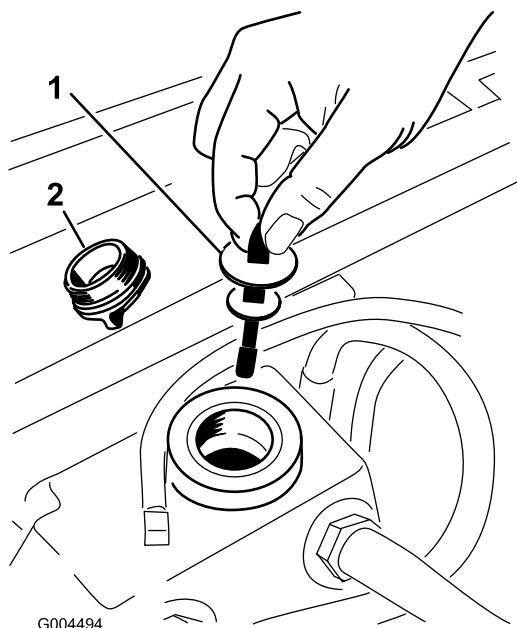

Figura 68
3. Retire el tapón de llenado de aceite hidráulico (Figura 68) del cuello de llenado.
4. Retire la varilla y límpiela con un paño limpio (Figura 68).
5. Introduzca la varilla en el cuello de llenado; luego retírela y verifique el nivel del aceite (Figura 68).